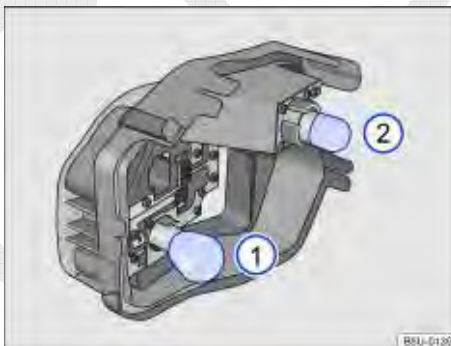

Fig. 186 No suporte das lâmpadas: localização das lâmpadas.
10. Para remover as lâmpadas incandescentes queimadas ⇒ Fig. 186 ① e ②, pressionar a lâmpada contra o suporte e girar, ao mesmo tempo, no sentido anti-horário.
12. Para inserir as lâmpadas novas ① e ② no suporte, pressionar a lâmpada e girar, ao mesmo tempo, no sentido horário, até o batente.
A localização e a identificação das lâmpadas incandescentes ⇒ Fig. 186 estão relacionadas a seguir: